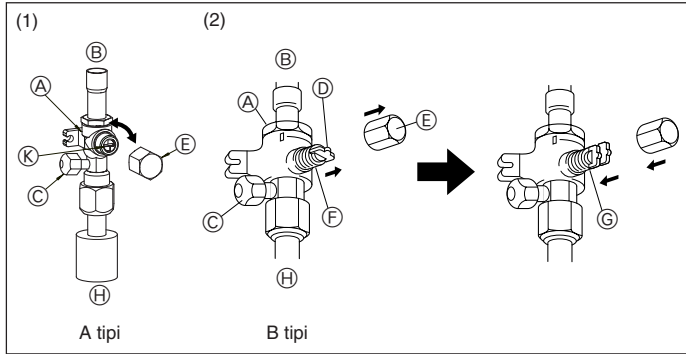

Fig. 5-7
(1) A tipi (Fig. 5-7)
(2) B tipi (Fig. 5-7)